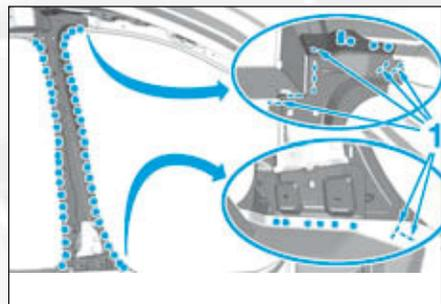

FIG.92
- Meuler le cordon MAG en (1) (Fig.92).